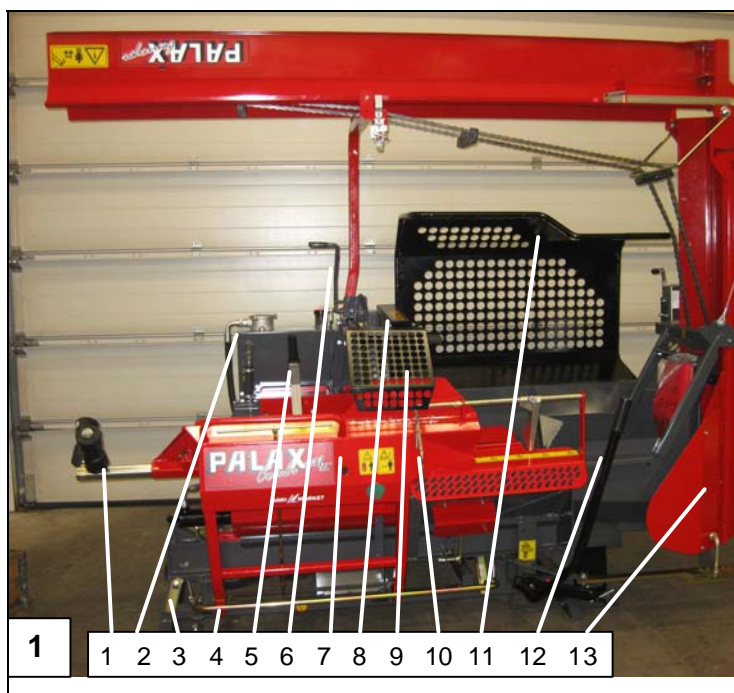

Bild 1. Maskinens huvuddelar
- För att undvika transportskador har klyvbettets justeringsspak 12, manöverspaken för bakanslaget 10 och kapklings skyddsnet 9 lösgjorts och förpackats skilt. (Bild 1)
Sätt skyddsnetet 9 på plats enligt bild 1 så att främre kanterna på skyddsnet 9 och klyvrännans skyddsnet 11 blir i linje.